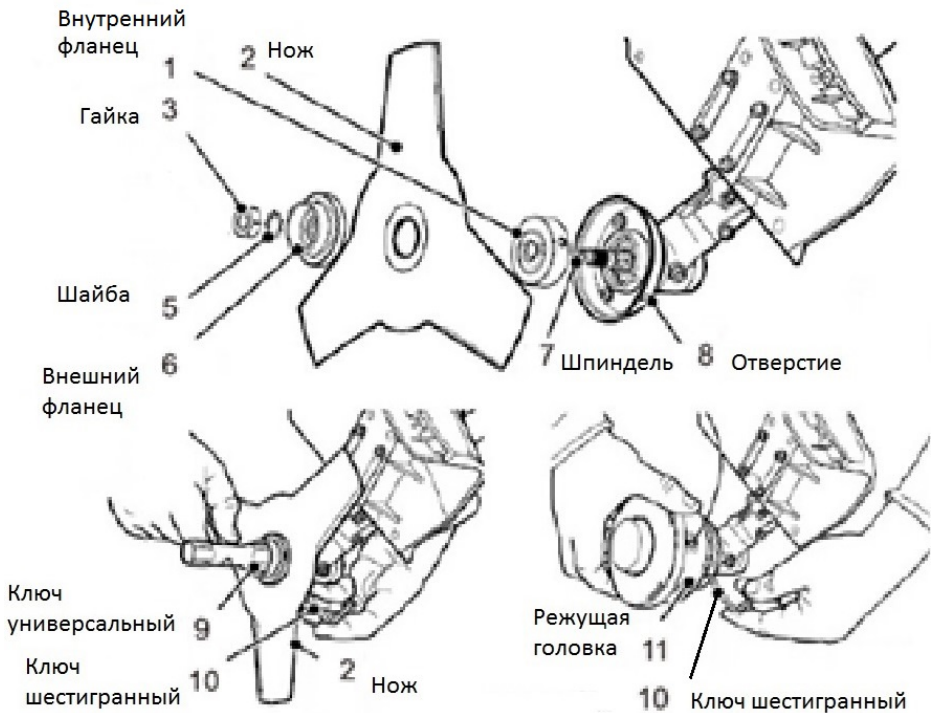

Рис.2
1. Установите, соблюдая последовательность, на шпиндель внутренний фланец 1, нож 2, внешний фланец 6, шайбу 5 и гайку 3. (рис.2)